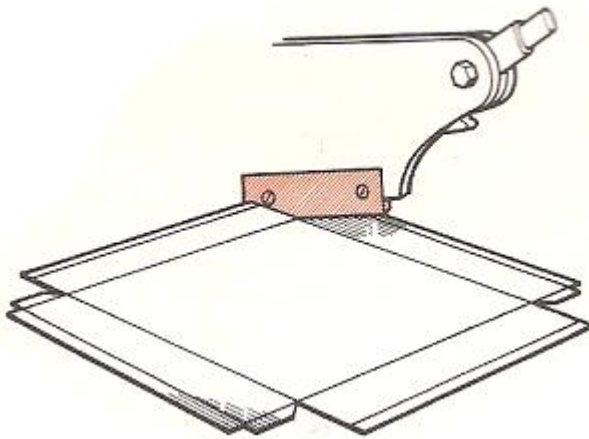

Fig.9
- No cerrar las cuchillas del todo, para evitar sobrepasar el vértice, y terminar después a sierra y con lima (fig.9)